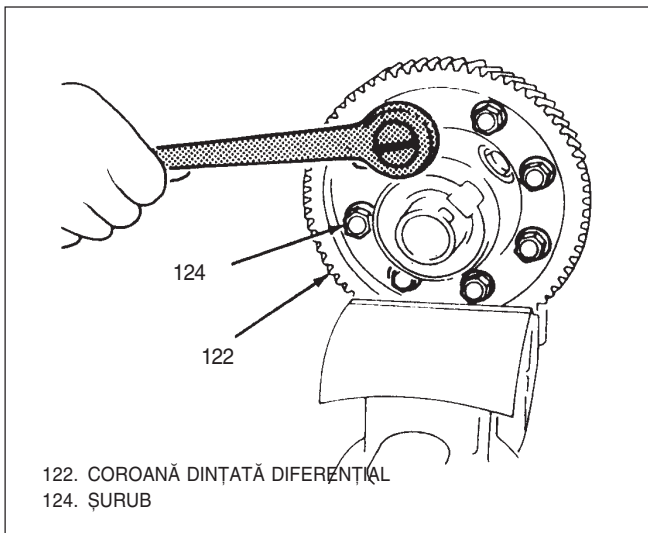

Fig. 71 Coroană dințată diferențial
- 2) Șuruburi(124) și coroană dințată diferențial(122) de pe carcasa diferențialului(117), Fig 71.
- folosind un dorn de alamă, se lovește ușor coroana dințată diferențial(122) pentru a se demonta de pe carcasă(117).